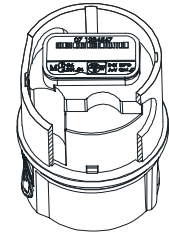

Abb. 6
- 7.10. Messeinsatz so in den Montageschlüssel stecken, dass die Zapfen des Montageschlüssels in die Aussparungen des Gewinderings passen (Abb. 6).